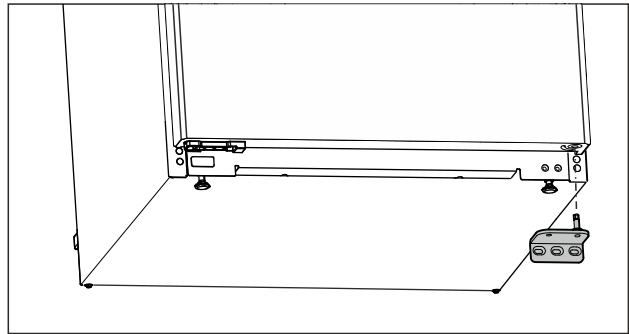

Fig. 15
- ▶ Vegye le lefelé a csapágybakot. (lásd Fig. 15)